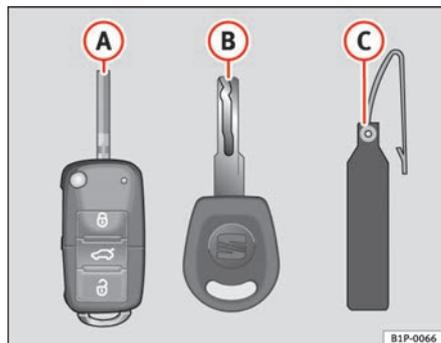

Fig. 62 Juego de llaves
- una llave con mando a distancia ⇒ fig. 62 A con espadín desplegable,
Sólo es posible hacer duplicados con el número de la llave del llavero de plástico ⇒ fig. 62 B. Por este motivo: